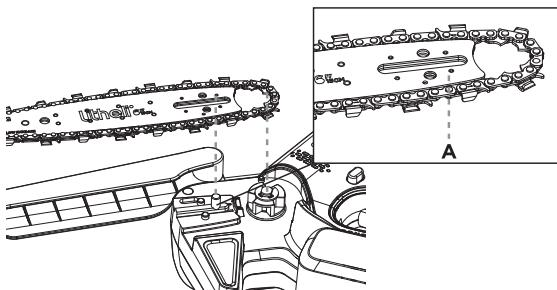

Рис. 3
- Установите цепь на ведущую звездочку и убедитесь, что болт крепления шины на прокладке шины входит в шлицевое отверстие на шине, а натяжной штифт на прокладке шины входит в паз (A) на шине. (Рис. 3, 4).